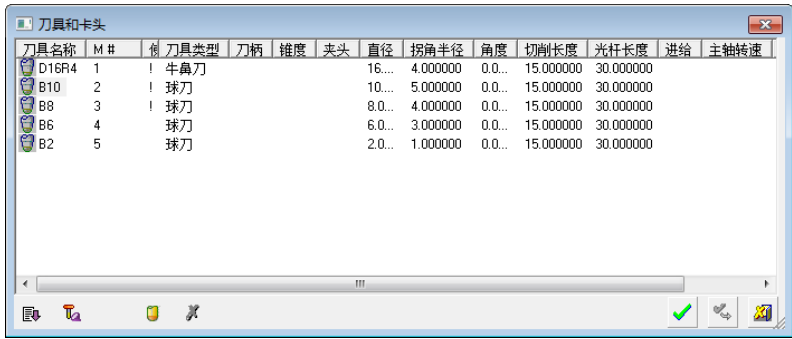

图 3-145 “刀具和卡头”对话框（3）
3) 选择刀具。单击“刀具和夹头”按钮，弹出“刀具和卡头”对话框(3)，选择 B10 球刀，如图 3-145 所示。